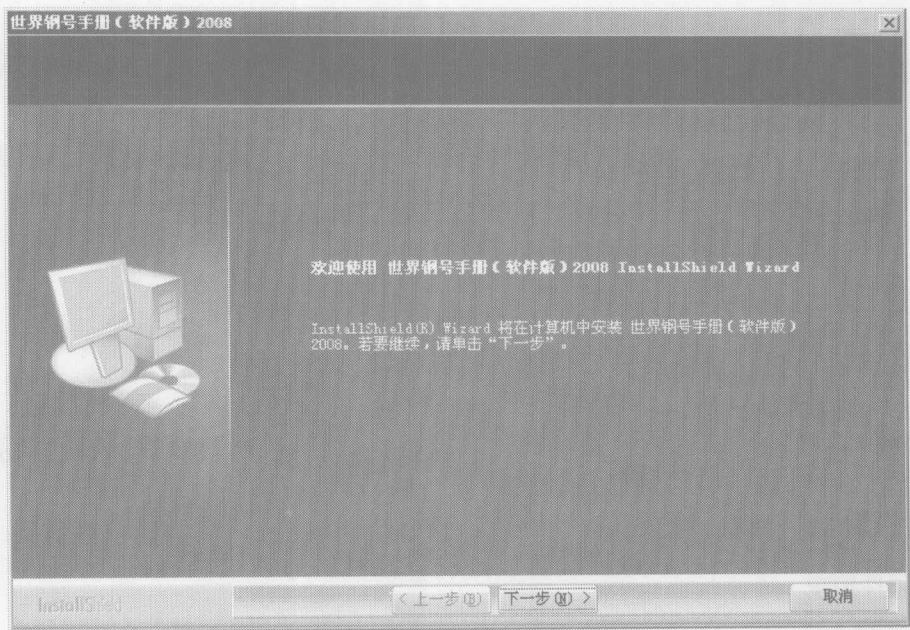

图 1-1 欢迎界面
(1) 在 CD-ROM 驱动器中放入《世界钢号手册（软件版）2008》安装光盘。
(2) 双击安装光盘中的安装程序 Setup.exe，用户首先看到的是欢迎界面，如图 1-1 所示。